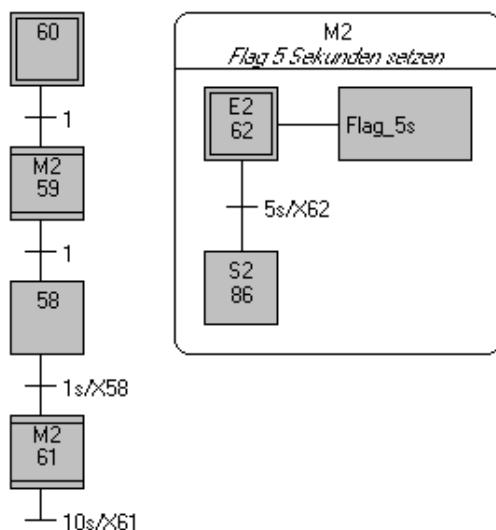

ABBILDUNG 13: GRAFCET PLAN MIT MAKRO
Der GRAFCET-Plan (Abbildung 13) zeigt die Verwendung eines Teil-GRAFCETs M2 als Makro (Teil-GRAFCET mit Makrorahmen). Das Beispiel ähnelt Beispiel 5, aber hier hat der Teil-GRAFCET M2 einen Anfangsschritt (E2 = 62) und einen Endschritt (S2 = 86). Die Makroschritte 59 und 61 steuern M2 als Makro. Die Transitionsbedingung nach Schritt 59 ist zwar immer erfüllt (1), der Ausgang des Makroschritts 59 wird aber erst freigegeben, wenn im Makro der Endschritt S2 (86) aktiv ist. Dadurch wird nicht sofort Schritt 58 aktiviert (nicht-transienter Ablauf), sondern erst nach Ablauf von M2.